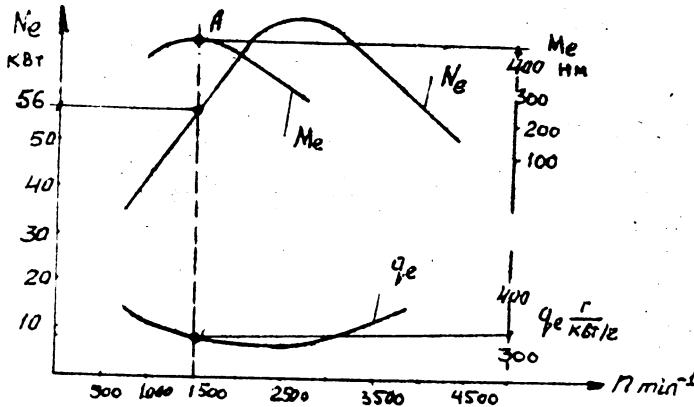

Рисунок 1.1. Внешняя скоростная характеристика автомобильного двигателя
1.13 Определить максимальную тяговую силу, мощность на колесах, скорость, которую развивает автомобиль, двигаясь по влажной грунтовой дороге ($\phi = 0,3$) на прямой передаче, если передаточное число главной передачи 6,45; КПД трансмиссии $\eta_{\text{тр}} = 0,85$. Нагрузка на задний мост равна 58750 Н, размер шин 260-508. Сможет ли автомобиль в заданных условиях реализовать максимальную тяговую силу? При решении используйте внешнюю скоростную характеристику (см. рисунок 1.1.).